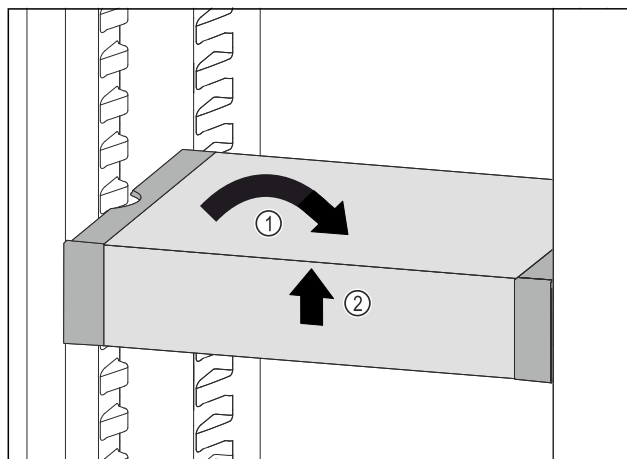

Fig. 74
- ▶ Poziționați drept VarioSafe. Fig. 74 (1)
- ▶ Ridicați în față VarioSafe. Fig. 74 (2)